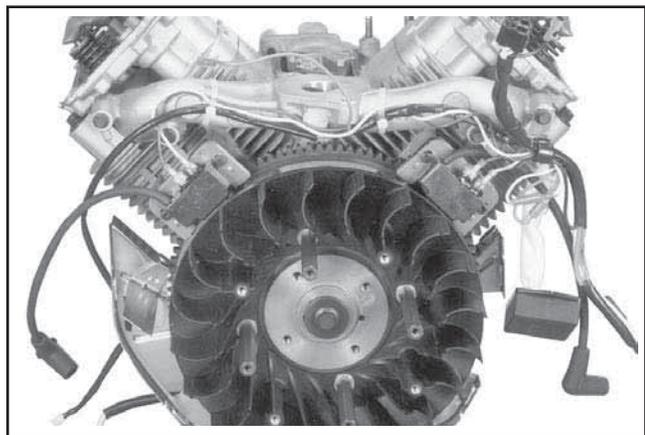

Figure 11-55. Connecter les câbles des modules d'allumage SMART-SPARK™.
2. Sur les moteurs équipés de SMART-SPARK™, les deux modules sont installés de la même façon, avec deux languettes externes. Voir la Figure 11-55.